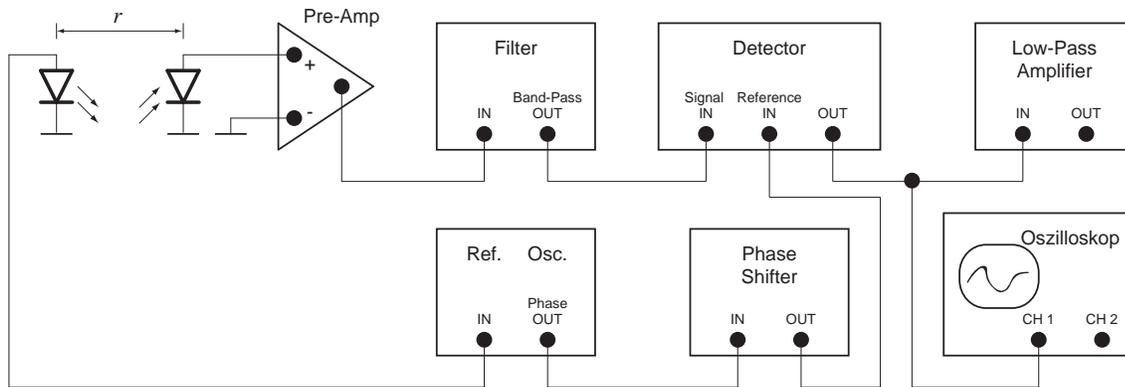

Abbildung 1.5: Photodetektor-Aufbau zu Aufgabe 7.
- Bauen Sie eine Photodetektorschaltung nach Abb. 1.5 auf. Modulieren Sie die Leuchtdiode (LED) mit einer Rechteckspannung und lassen Sie sie mit 50 Hz bis 500 Hz blinken. Das